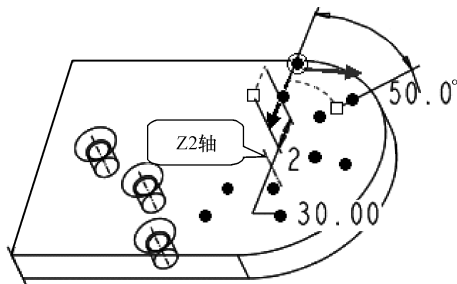

图 8-41 小圆柱环型阵列预览
- (12) 选择底板上的小圆柱。
- (13) 按钮【编辑特征】工具栏中的【阵列】按钮，消息区弹出【阵列】操控板。
- (14) 在对话框的【阵列方式】下拉列表框中选择【轴】选项。
- (15) 激活方向1的【方向参照】收集器，在模型上选择“Z2”轴作为参照轴线。
- (16) 在对话框中的【实例数量】文本框中输入“5”，按〈Enter〉键确认。
- (17) 在对话框中的【实例夹角】组合框中输入“-50”，按〈Enter〉键确认。
- (18) 在方向2的【实例数量】文本框中输入“2”，按〈Enter〉键确认。
- (19) 在方向2的【实例间距】组合框中输入“-30”，按〈Enter〉键确认，径向阵列反向，如图8-41所示。